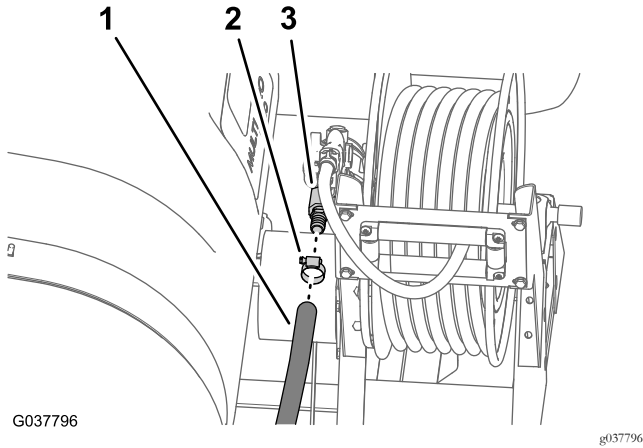

Bild 100
5. Befestigen Sie den Zulaufschlauch an der geraden Schlauchzahnung der Schlauchtrommel und befestigen Sie den Schlauch mit einer Schlauchklemme (Bild 100).